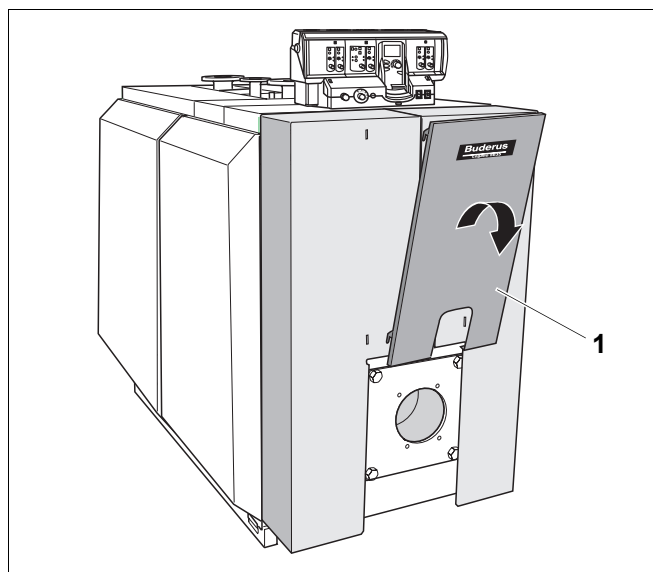

Рис. 1 Демонтаж декоративного элемента
- **Для S635:** снимите декоративный элемент (рис. 1, поз. 1) с обшивки дверцы горелки по направлению стрелки.